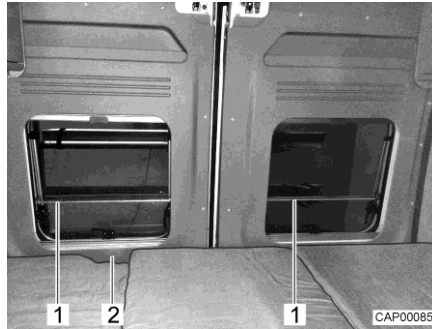

Bild 57 Fallskydd (längsgående
- ▷ Bakdörrarnas fönster är utrustade med ett fallskydd (Bild 57,1). Bakdörren kan öppnas inifrån via dörrhandtaget (Bild 57,2).